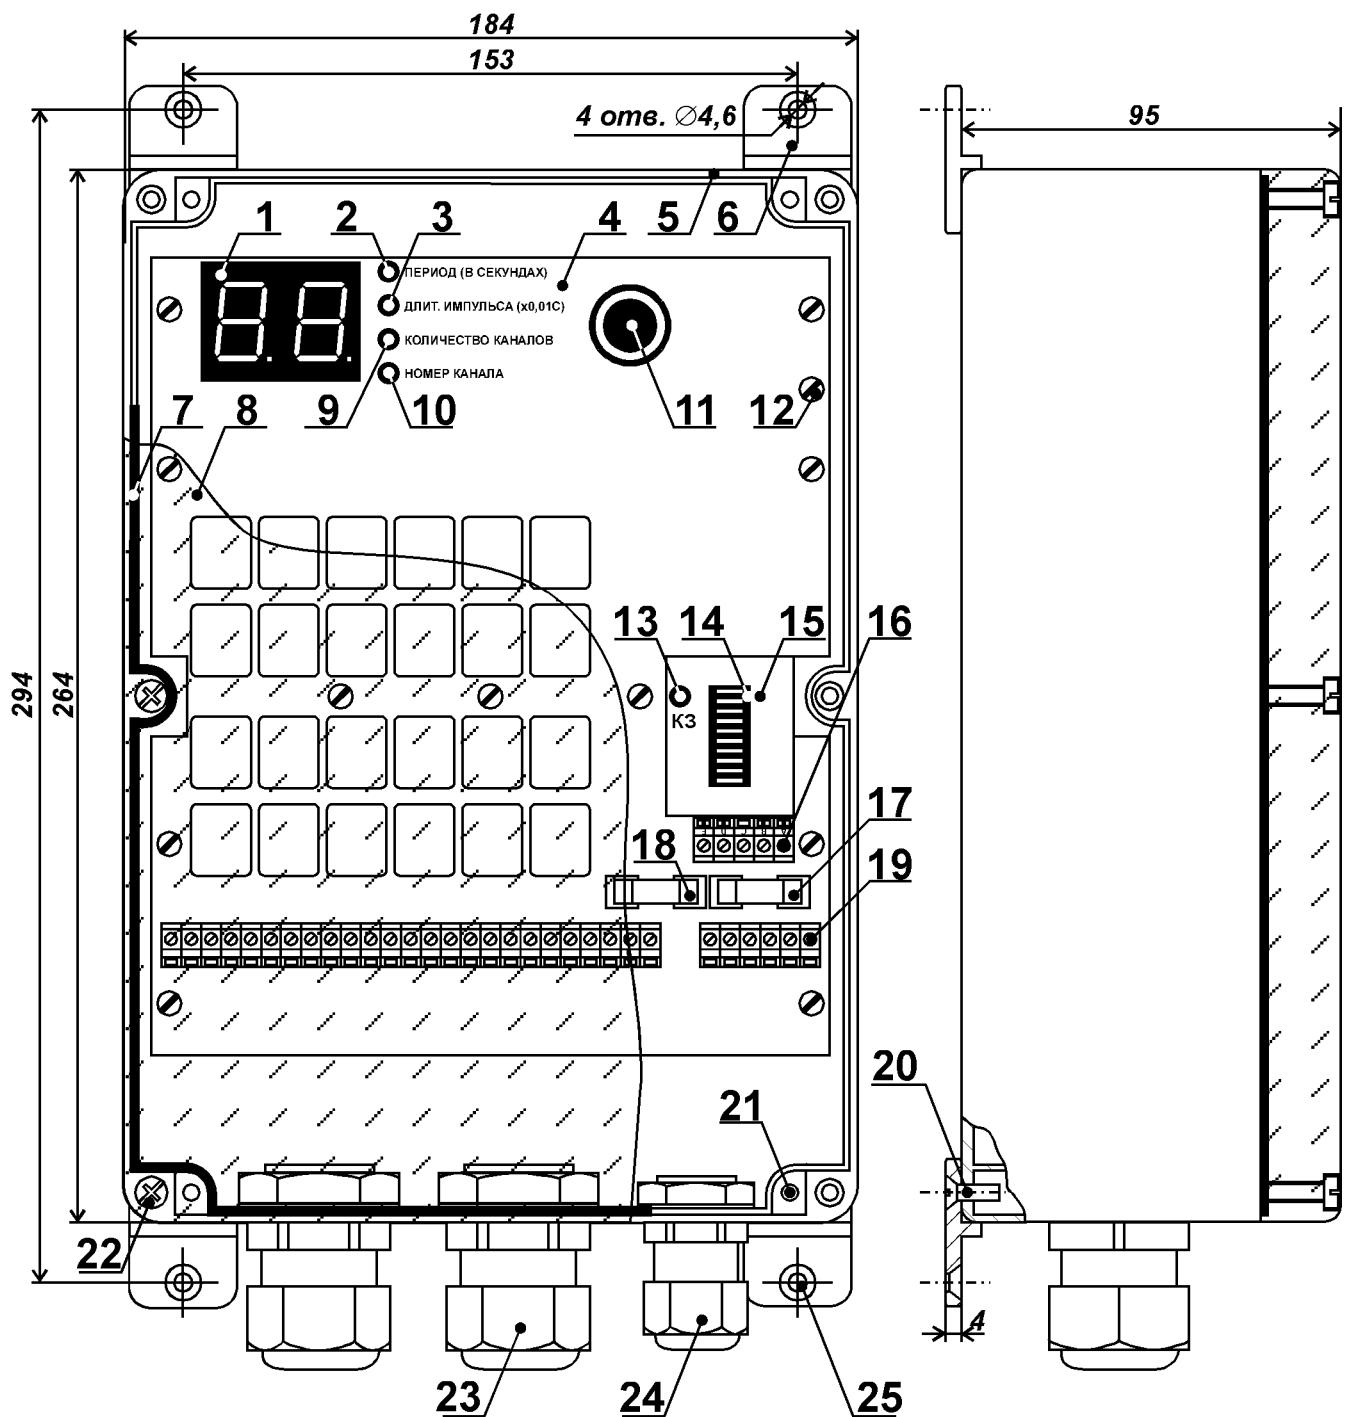

Рис. 1. Конструкция блока А-02.
Конструкция блока показана на рис. 1. Электрическая схема блока собрана на печатной плате [поз. 4], которая саморезами [поз. 12] закреплена в корпусе [поз. 5].
7.1. Перед монтажом блока необходимо установить на него кабельные сальники и крепёжные элементы, входящие в комплект поставки (см. рис. 1). Кабельные сальники вставляются в подготовленные отверстия на нижней стенке блока и изнутри закрепляются пластиковыми гайками, которые должны быть затянуты до упора. Затяжка гаек производится рукой, без применения специального инструмента.
Четыре крепёжные пластины [поз. 6 на рис. 1] устанавливаются снаружи и притягиваются к корпусу блока специальными винтами [поз. 20 на рис. 1]. Винты вворачиваются в отверстия [поз. 21 на рис. 1] на пластиковом дне корпуса с помощью отвёртки. Момент затяжки винтов должен обеспечивать надёжную фиксацию крепёжных пластин и не допускать их разрушения.
7.2. Блок устанавливается на стену (колонну) и должен быть надежно закреплён. Монтаж блока ведется с помощью винтов M4 или саморезов диаметром до 4,5 мм, вставляемых в четыре крепёжные отверстия [поз. 25 на рис. 1].
В процессе работы, когда индикаторы [поз. 2, 3, 9 и 10 на рис. 1] не горят, на цифровом табло [поз. 1 на рис. 1] отображается номер канала (выходной клеммы блока), в который будет выдан очередной импульс управления ЭПК.
8.2. Для того, чтобы изменить параметры управляющих сигналов, следует нажать на энкодер [поз. 11 на рис. 1]. При каждом нажатии последовательно включается один из светодиодов [поз. 2, 3, 9 и 10 на рис. 1], указывая на то, какой из параметров может быть изменён. Текущее значение параметра отображается на цифровом табло [поз. 1 на рис. 1]. Увеличение введенного значения осуществляется поворотом энкодера по часовой стрелке, а уменьшение - против.
8.3. При первом нажатии на энкодер загорается индикатор «ПЕРИОД» [поз. 2 на рис. 1] и на цифровом табло отображается текущий период повторения управляющих импульсов (в секундах). При вращении энкодера значение на табло меняется от 1 до 99 секунд с шагом в 1 секунду.
При следующем нажатии на энкодер загорается индикатор «ДЛИТ. ИМПУЛЬСА» [поз. 3 на рис. 1] и на цифровом табло отображается текущая продолжительность управляющих импульсов (в сотых долях секунды). При вращении энкодера значение на табло меняется от 3 до 50 с шагом 1, что соответствует длительности импульса от 0,03 до 0,5 секунд с шагом в 0,01 секунды.
При очередном нажатии на энкодер загорается индикатор «КОЛИЧЕСТВО КАНАЛОВ» [поз. 9 на рис. 1] и на цифровое табло выводится число управляемых ЭПК (от 1 до 24 с шагом 1). На тех клеммах блока, номера которых больше значения на цифровом табло, импульсы встремления рукавов фильтра-циклиона формироваться не будут.
8.5. Если нажать на энкодер в момент, когда горит индикатор «КОЛИЧЕСТВО КАНАЛОВ», то блок переходит в режим, предназначенный для диагностики неисправностей в катушках ЭПК. При этом загорается индикатор «НОМЕР КАНАЛА» [поз. 10 на рис. 1] и управляющие импульсы выдаются только на одну выходную клемму. Её номер отображается на цифровом табло. Вращением энкодера можно выбрать любую из выходных клемм блока (от 1 до 24 с шагом 1) и сравнить между собой токи потребления каждого ЭПК. Это позволяет выявить наличие обрывов, межвитковых или коротких замыканий в их катушках. Для выхода из режима диагностики требуется нажать на энкодер, после чего управляющие импульсы вновь будут распределяться по заданному количеству каналов.